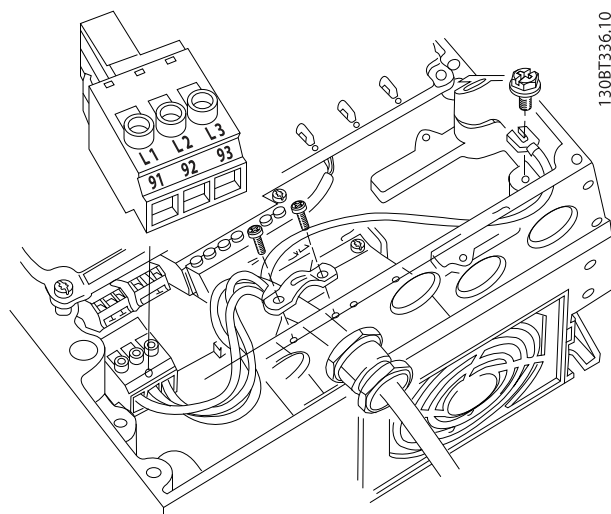

Abbildung 2.16 Netzanschluss
- Schließen Sie die 3 Phasen des Netzeingangs an die Klemmen L1, L2 und L3 an (siehe *Abbildung 2.16*).